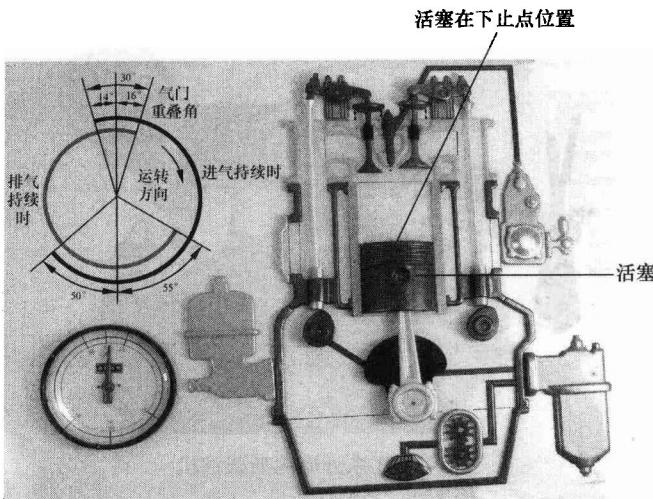

图 1-3 活塞在汽缸下止点的位置
- ② 下止点：活塞离曲轴中心最近的位置，即活塞在汽缸中的最低位置称为下止点，如图 1-3 所示。